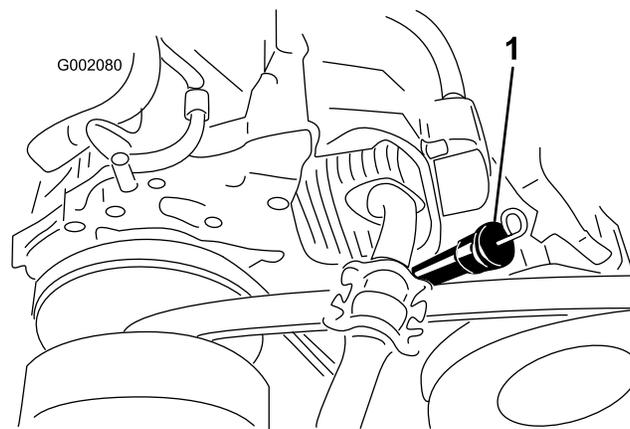

Figura 18
- Utilize um pano para limpar em redor do bocal de enchimento (Figura 18) de forma a que a sujidade não caia no bocal e danifique o motor.
- Retire a vareta do óleo e limpe a extremidade (Figura 18).
- Volte a colocar a vareta completamente no bocal de enchimento (Figura 18).
- Insira a vareta do óleo e coloque-a com firmeza (Figura 18).